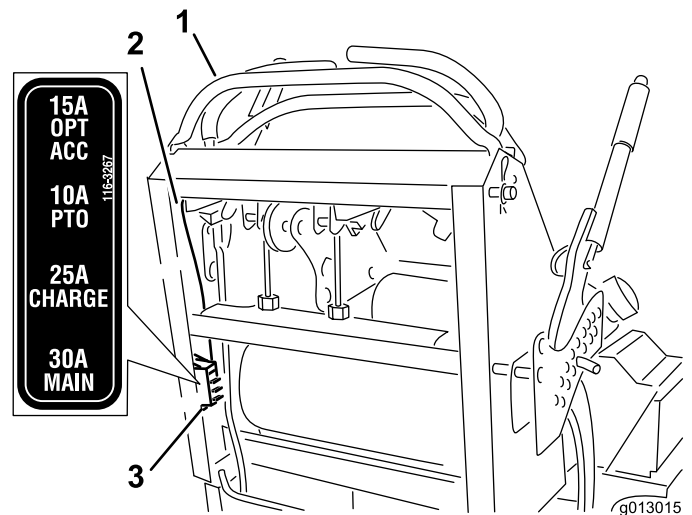

Figure 52
2. Tirez le fusible pour le sortir et le remplacer (Figure 52).